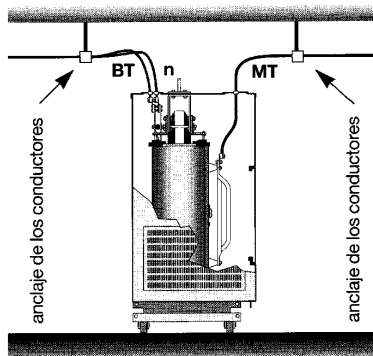
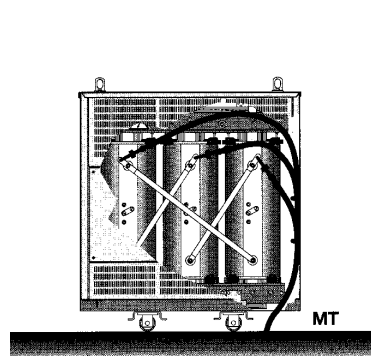

Figura 1: conexiones MT y BT estándar por arriba.
Figura 2: conexiones MT y BT estándar por abajo.
- Las salidas (o llegadas) de los conductores de MT se realizan por la parte superior (figura 1) o inferior (figura 2).
- Las salidas (o llegadas) de los conductores de MT pueden realizarse por la parte inferior directamente en los terminales de conexión (figura 2). En tal caso, la llegada de los conductores se realiza por la plancha desmontable situada en el fondo de la envolvente a la derecha, lado de MT.
- Los cables de MT se deben fijar en el interior de la envolvente en el panel lateral en el que existen puntos de fijación previstos a tal efecto (ver figura 2) (sistema de fijación no suministrado).